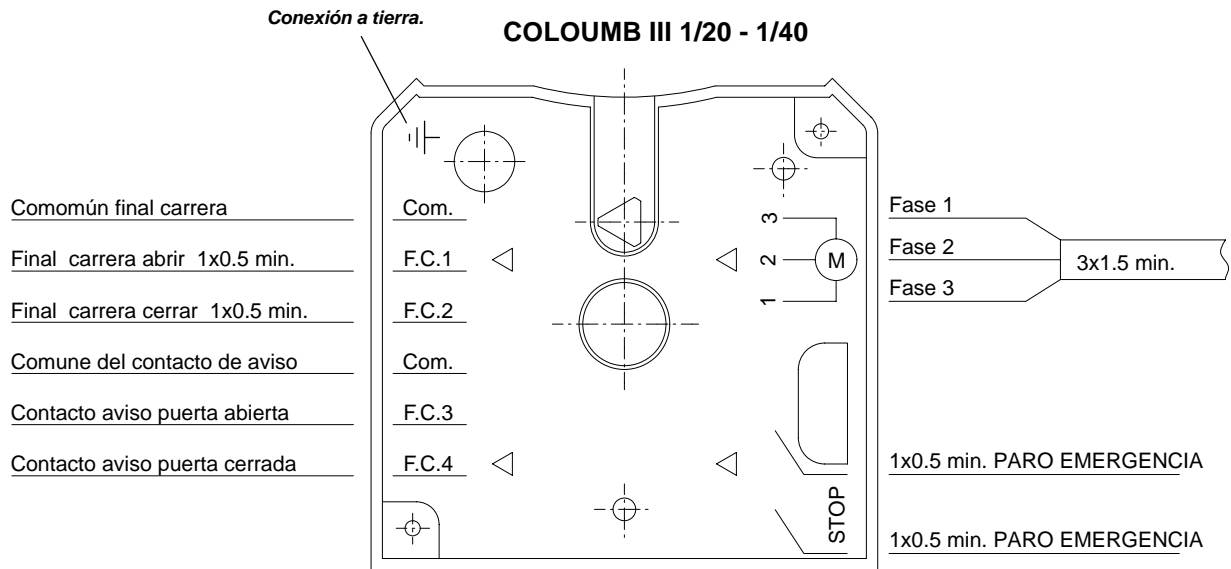

Fig.6
- Alimentar la automatización y hacerla funcionar (si la primera maniobra es de cierre cabe invertir los hilos 1 y 3 de la alimentación del motor fig. 6 y 7) ajustando de manera micrométrica la excéntrica de cierre (amarilla) como en la fig. 100.